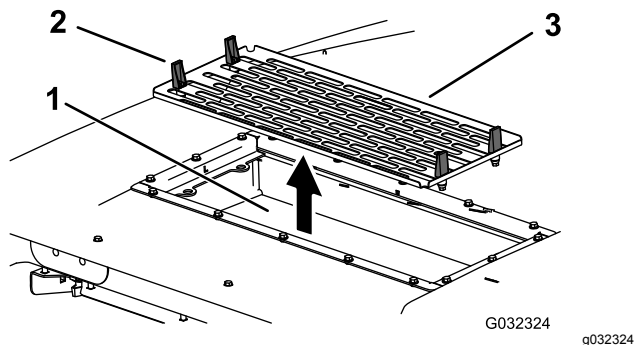

Figura 151
4. Abra los cuatro cierres del conjunto del aire acondicionado y retire la rejilla (Figura 151).